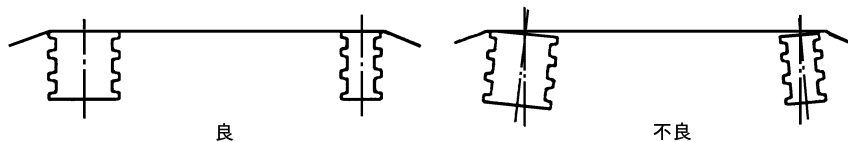

図 12 プーリ図
- (1) V ベルトカタログを参照し、ポンプと駆動機の回転速度をもとにしてポンプ側、駆動機側それぞれのプーリの大きさ、V ベルトの本数を決めてください。
- (2) V ベルトを一直線にするために駆動機とポンプの両プーリに糸を張ります。図 12 のように糸がプーリ側全面に接触し、かつ一直線になるようにしてください。